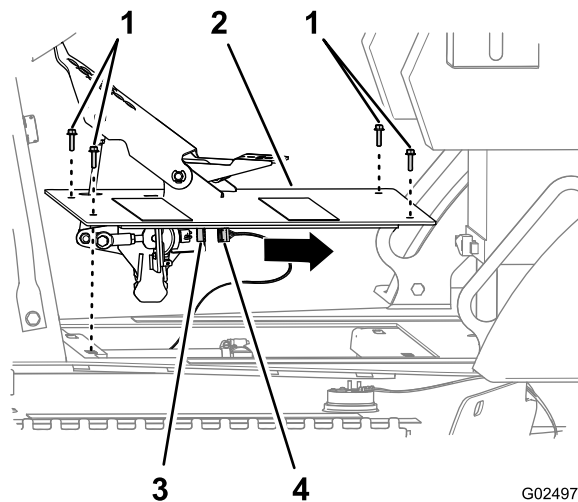

Figura 115
1. Rimuovete i 4 bulloni a testa esagonale flangiata che fissano il gruppo del pedale di comando della trazione al telaio della macchina (Figura 115).
2. Scollegate il connettore a 6 prese del cablaggio della macchina dal connettore a 6 pin del sensore del pedale di comando della trazione (Figura 115).
3. Rimuovete il gruppo del pedale di comando della trazione dalla macchina (Figura 115).
1. Collegate il connettore a 6 prese del cablaggio della macchina al connettore a 6 pin del sensore del pedale di comando della trazione (Figura 115).
2. Allineate i fori della piastra del gruppo del pedale di comando della trazione con i fori sul telaio della macchina (Figura 115).
3. Fissate il gruppo del pedale di comando della trazione al telaio della macchina con i 4 bulloni a testa esagonale flangiata (6 x 25 mm); fate riferimento a Figura 115.